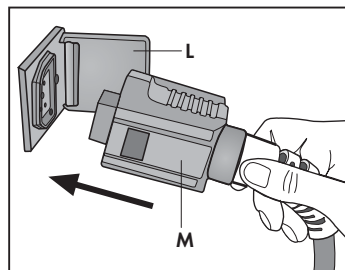

Fig. 8
- Aprire completamente lo sportello (L) ed inserire l'attacco rapido (M) del tubo flessibile nella presa dell'apparecchio, premendo a fondo (Fig. 8)